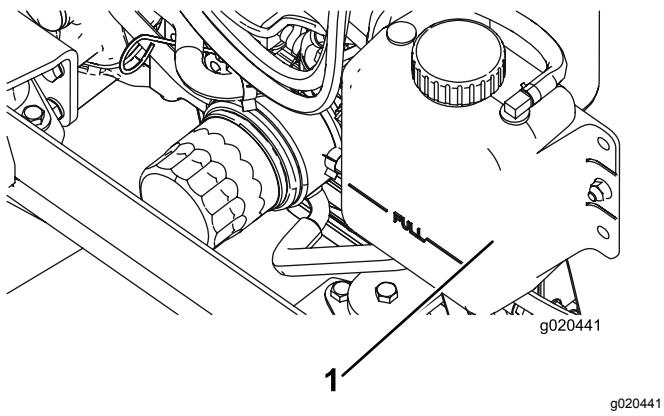

Figura 108
2. Retire cuidadosamente el tapón del radiador y el tapón del depósito de expansión (Figura 108).